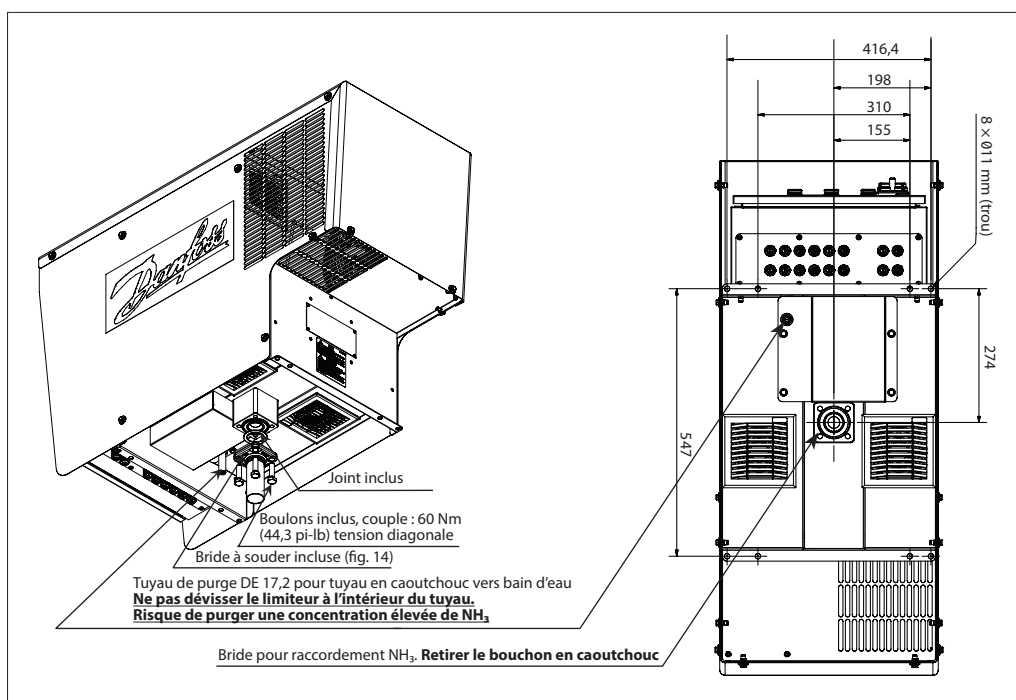

Fig. 13 Raccordement pour ammoniac
1. Préparer la tuyauterie pour ammoniac avec la bride à souder conformément aux figures 13 et 14. La tuyauterie principale/d'évacuation ne doit jamais être inférieure au diamètre intérieur de Ø37 mm (1,5").
3. Soulever le purgeur et le positionner à l'aide des œillets de levage de chaque côté de l'armoire du purgeur. **Retirer le bouchon en caoutchouc de l'ouverture de la bride. Voir fig. 13.**